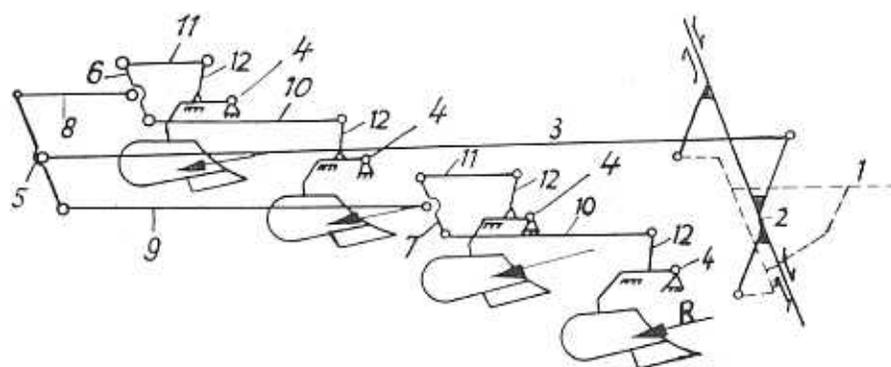

Abb. 8 Funktion des Gerätes
4. Funktion des Gerätes (siehe hierzu Abb. 8)